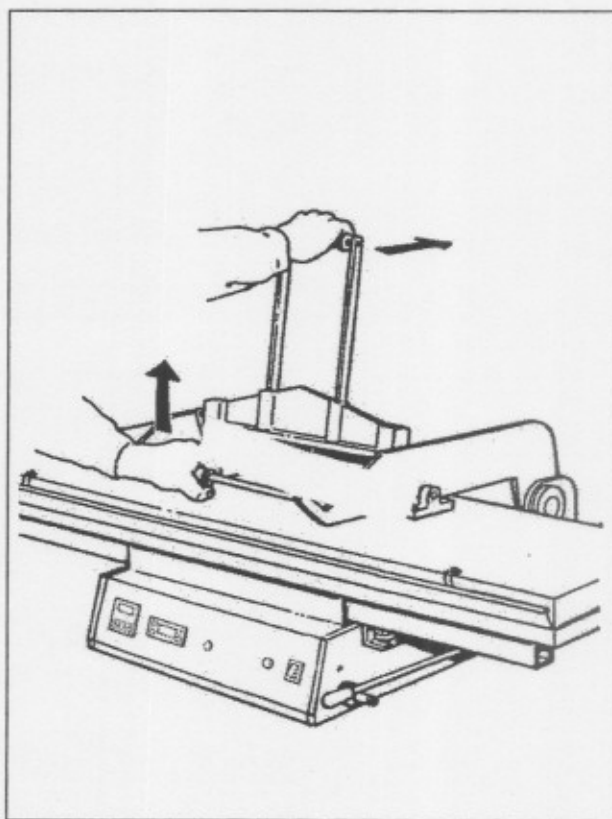

Fig. 9
- Riportare la maniglia centrale in posizione di riposo (Fig. 9).
- Move the central handle to the rest position (Fig. 9).
- Remettre la poignée centrale sur la position de pause (Fig. 9).
- Den mittleren Griff wieder in Ruhelage stellen. (Abb. 9).